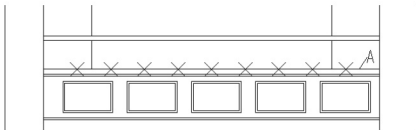
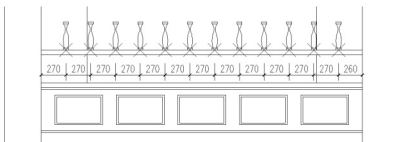
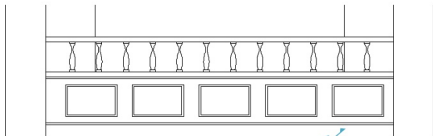

图 5.24 用点将 A 线等分为 10 份
图 5.26 定距等分插点
图 5.27 定数等分插块
(1) 选择菜单栏中的【绘图】|【点】|【定数等分】命令，或在命令行输入“Div”后按 Enter 键，启动【定数等分】命令。
① 在选择要定数等分的对象：提示下，选择如图 5.24 所示的 A 线。
② 在输入线段数目或 [块(B)]: 提示下，输入“10”，表示用点将 A 线等分为 10 份，结果如图 5.24 所示。
(1) 选择菜单栏中的【绘图】|【点】|【定距等分】命令，或在命令行输入“Me”后按 Enter 键，启动【定距等分】命令。
① 在选择要定距等分的对象：提示下，单击图 5.24 中 A 线的左半部分，选择 A 线。
② 在指定线段长度或 [块(B)]: 提示下，输入“270”，表示从 A 线左边开始，用 270mm 的距离对 A 线进行测量，结果从 A 线左端点每 270mm 插入一个点。
(2) 用【复制】命令将“花瓶”复制到阳台上，结果如图 5.26 所示。
(1) 使用【创建块】命令把“花瓶”制作成名为“花瓶”的图块，块的基点选择在“花瓶”最下部的中点部位。
(2) 选择菜单栏中的【绘图】|【点】|【定数等分】命令，或在命令行输入“Div”后按 Enter 键，启动【定数等分】命令。
② 在输入线段数目或 [块(B)]: 提示下，输入“B”，表示用块进行定数等分。
- ③ 在输入要插入的块名：提示下，输入“花瓶”以确定块的名称。
- ④ 在是否对齐块和对象？[是(Y)/否(N)] <Y>：提示下，输入“Y”，表示块与被等分对象是对齐的。
- ⑤ 在输入线段数目：提示下，输入“13”，结果如图 5.27 所示。